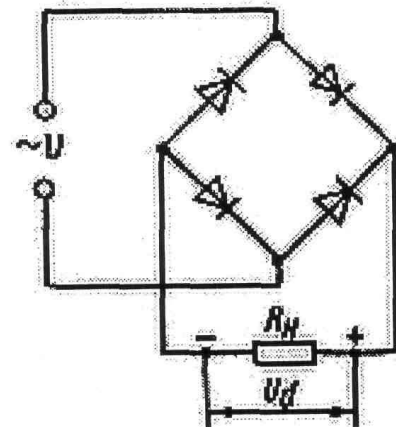

Рис. 9.1
4. Составляем схему мостового выпрямителя (рис.9.1). В этой схеме каждый из диодов имеет параметры диода КД202Н: $I_{доп} = 1 А$, $U_{OBR} = 500 В$.